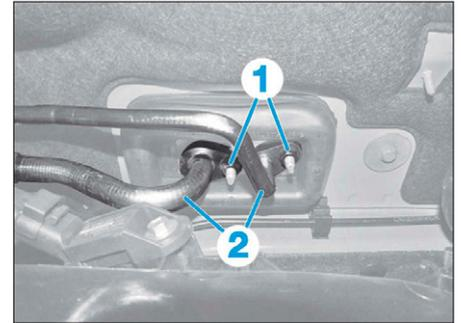

FIG. 12
- les écrous (1) (Fig.12).
- Désaccoupler les canalisations (2).